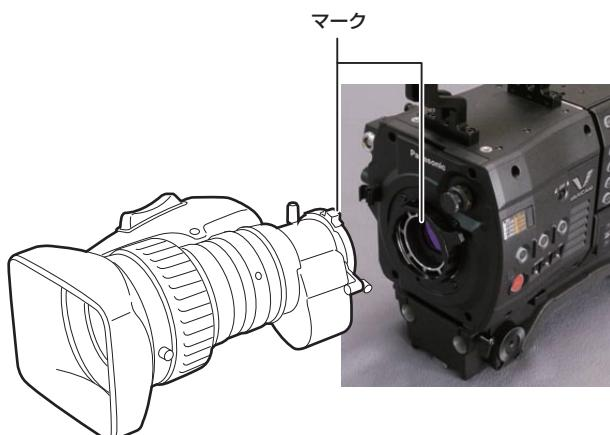

図 2
- 2 レンスマウント上部中央の凹部にレンズのセンターマークを合わせ、レンズを取り付ける。(図 2)